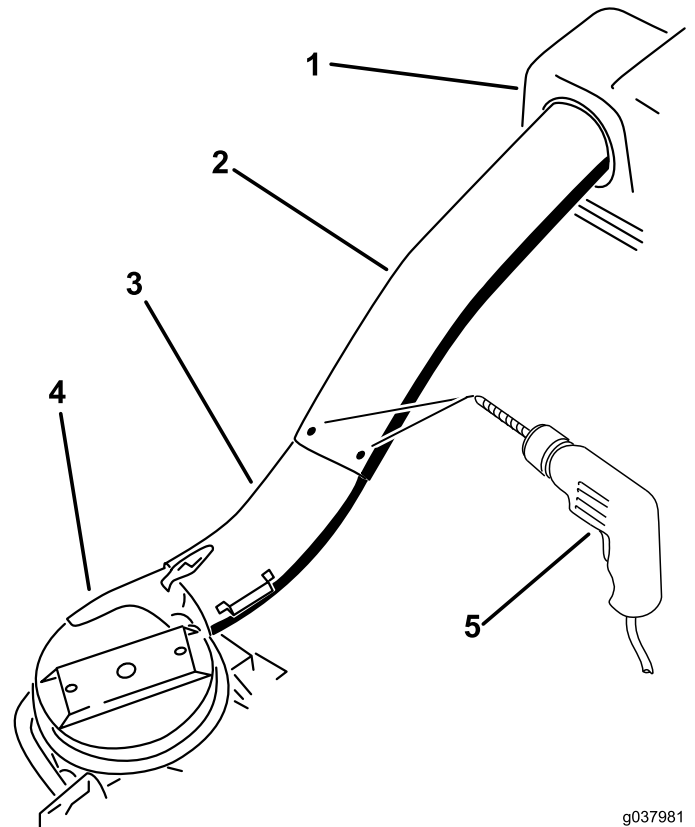

図 52
11. 上チューブにある3つの穴くぼみを型紙にして、上下のチューブが接続する部分に直径 5.6mm の穴を 3 つ開ける 図 52。